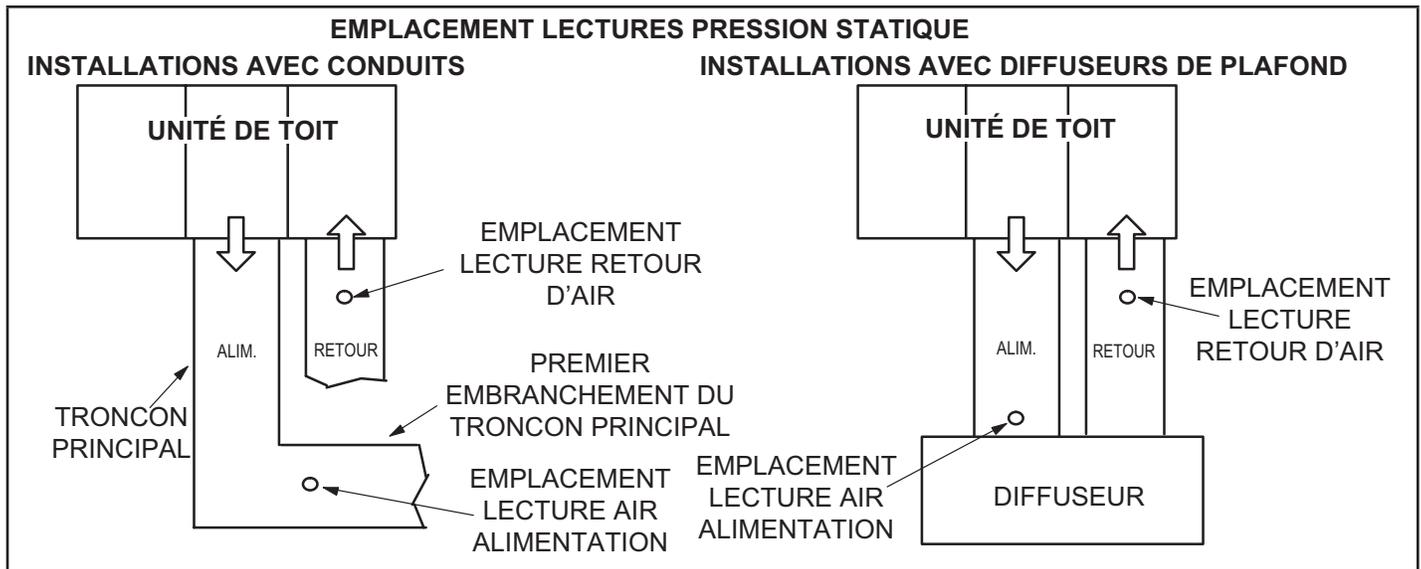

FIGURE 19
- 2 - Avec tous les panneaux d'accès en place, mesurez la pression statique à l'extérieur de l'unité (depuis l'alimentation jusqu'au retour). Les données de rendement du ventilateur sont basées sur les mesures de pression statique réalisées aux endroits indiqués à la FIGURE 19.